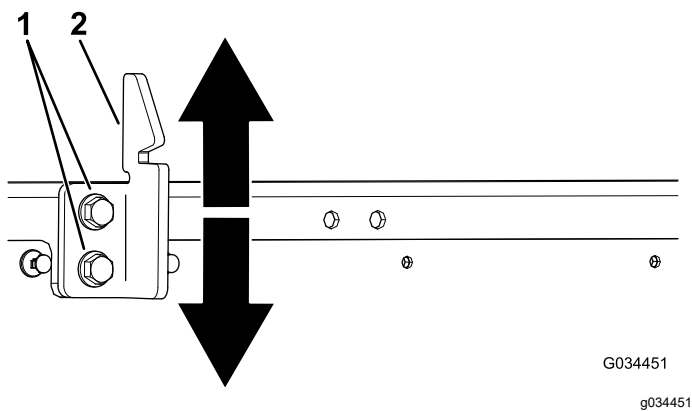

Figura 66
3. Afloje los 2 pernos del cerradero de la plataforma y mueva el cerradero hacia arriba o hacia abajo, dependiendo de si está demasiado alto o demasiado bajo (Figura 66).
4. Apriete los 2 pernos del cerradero de la plataforma (Figura 66).